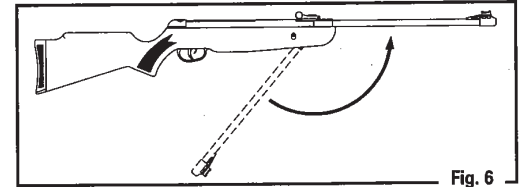

Fig. 6
- Ramenez le canon en position initiale en le poussant vers le haut jusqu'à ce qu'il s'enclenche (Fig. 6). Encore là, attention de ne pas pincer votre main ou vos doigts. Assurez-vous que le cran de sûreté est enclenché et que la carabine pointée vers un endroit sûr.